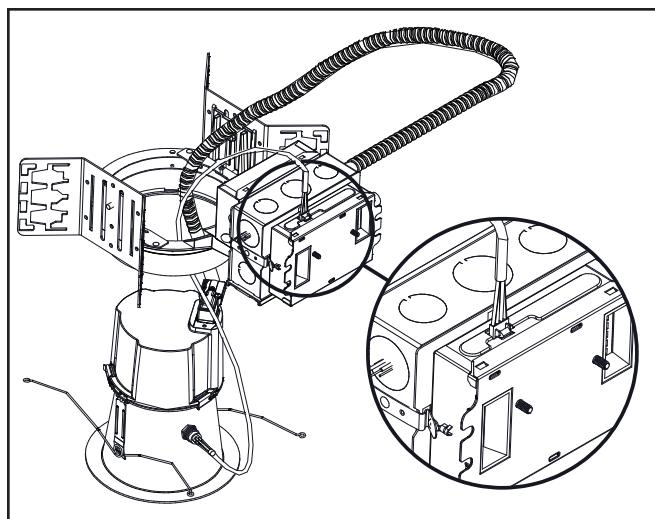

Figura 6.
4. Vuelva a conectar el interruptor de prueba al paquete de baterías y conecte el módulo como se muestra en (Figura 6).